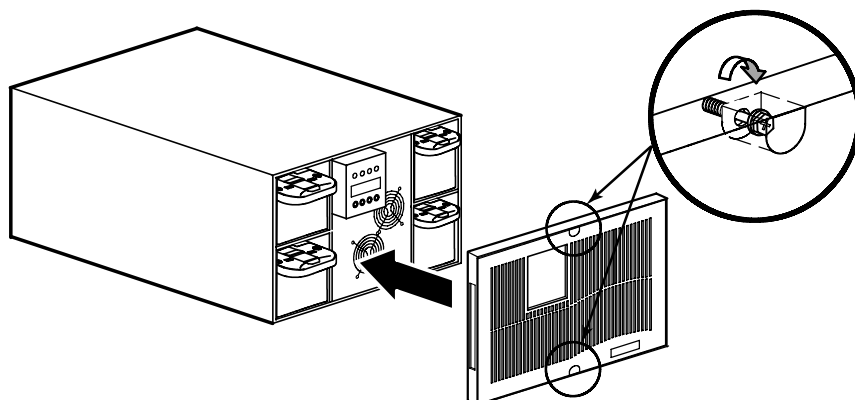

Bild 6. Sätta tillbaka UPS:ens frontpanel
3. Sätt tillbaka UPS:ens frontpanel och dra åt frontpanelens skruvar (se Bild 6).